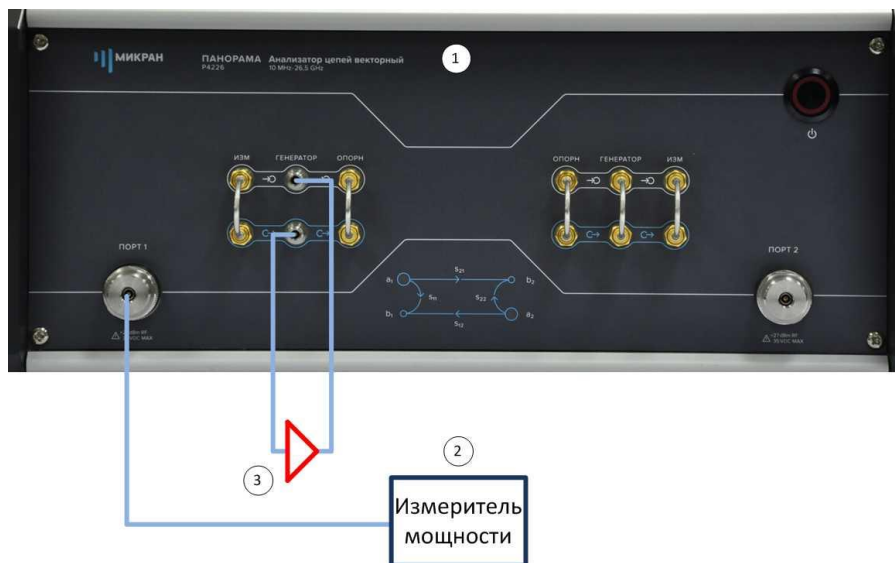

Рис. 6. Схема для калибровки выходной мощности ВАЦ:
7. Собрать схему для проведения калибровки выходной мощности (рис. 6). В качестве эталонного измерителя мощности используем «PLS26» производства компании «Микран».